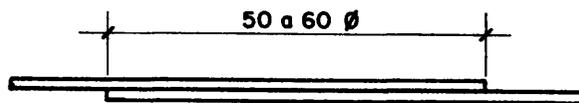

Fig. 1
- 3º paso *Tome las dos barras y colóquelas una al lado de la otra, teniendo en cuenta que deben ir unidas para efectuar el empalme (fig. 1).*